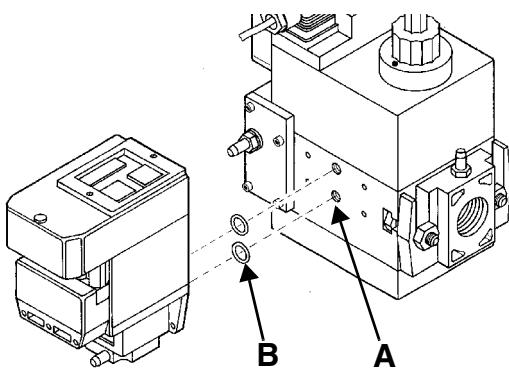
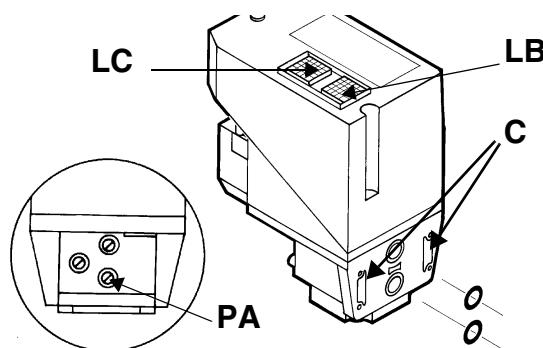

Fig. 22
Fig. 23
3. Demontati suruburile de fixare de pe Multibloc (Fig. 22 - poz.A);
4. Introduceti O-ringurile de etansare (10,5 x 2,25) in VPS 504 (Fig. 22-B - Fig. 23)
5. Strangeti suruburile 3, 4, 5, 6 (M4 x16) Fig. 23 - poz.C ;
Daca se doreste monitorizarea testarii , instalati un manometru la priza de presiune **PA** (Fig. 23) . Daca ciclul de testare este satisfacator, dupa cateva secunde se aprinde lampa de consens **LC** (galbena). In caz contrar se aprinde lampa **LB** de blocare (rosie) . Pentru a reporni, este necesara deblocarea echipamentului prin apasarea butonului cu iluminare **LB**.